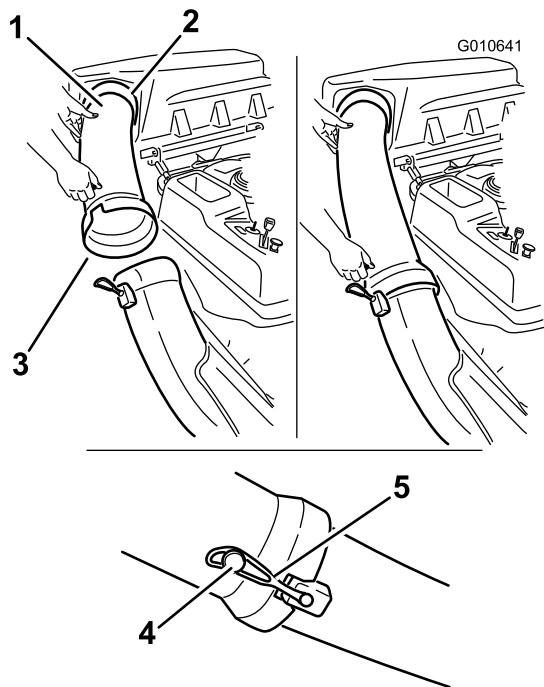

Figura 24
1. Introduzca el extremo curvo del tubo de descarga en el orificio de la tapa del ensacador (Figura 24).
2. Coloque el extremo abocinado del tubo de descarga sobre el extremo del conducto. Enganche la correa de goma del conducto alrededor de la clavija del tubo de descarga para sujetar éste (Figura 24).